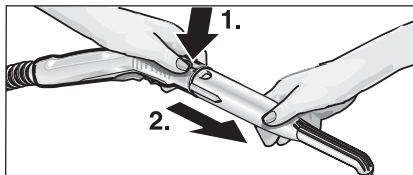

Fig. 5: Adskillelse af tilbehørsdelene
- Tryk på åbnetasten (C2 resp. G3) for at skille tilbehørsdelene ad og træk delene fra hinanden (se fig. 5).